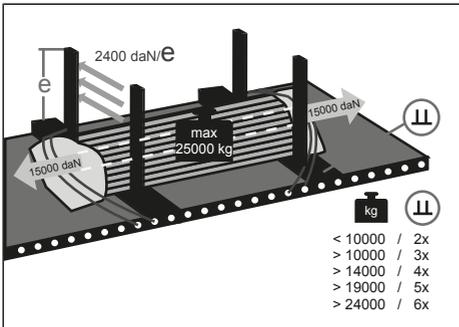

Fig. 8-21: Système Multi Fix
- ▶ Positionner les tuyaux en acier entre les poutres de soutien verticales sur la poutre d'appui (voir "Fig. 8-21: Système Multi Fix", p. 158).
- ▶ Poser le filet de sécurité aux extrémités des tuyaux en acier (voir "Fig. 8-21: Système Multi Fix", p. 158).